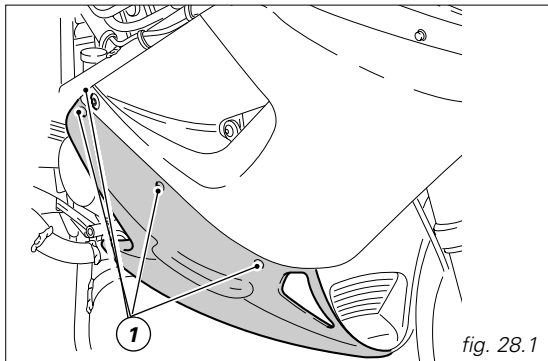

fig. 28.1
Desserrez les quatre vis (1) serrant chaque demi-carénage inférieur au demi-carénage supérieur (fig. 28.1).